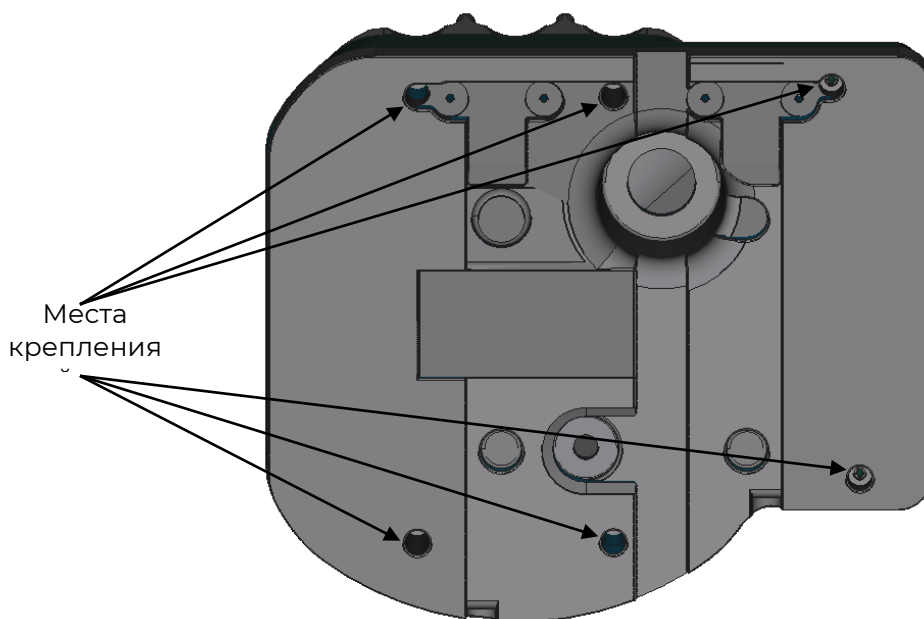

Рисунок 7 – Места крепления задней крышки
- 7) Открутите винты на задней крышке считывателя (см. рисунок 7), снимите заднюю крышку.
- закрепите заднюю крышку с помощью винтов (см. рисунок 7). Важно проконтролировать, чтобы в процессе затягивания винтов уплотнительная резинка не выдавилась из специальной выемки. Поэтому, затягивать винты на задней крышке следует осторожно, поочерёдно подкручивая каждый винт.
- открутить винты на задней крышке считывателя и снять заднюю крышку (см. рисунок 7);